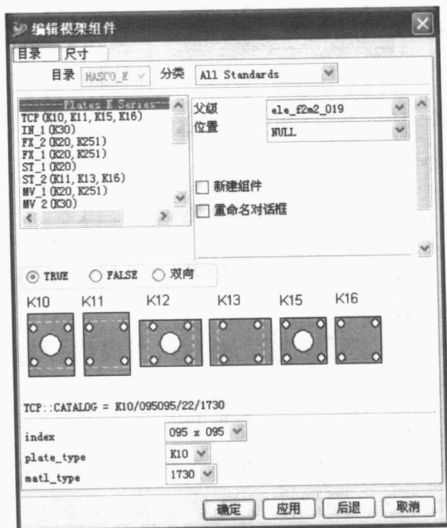

图 1-30 编辑模架组件对话框
④ 此时系统弹出编辑模架组件对话框, 如图 1-30 所示。